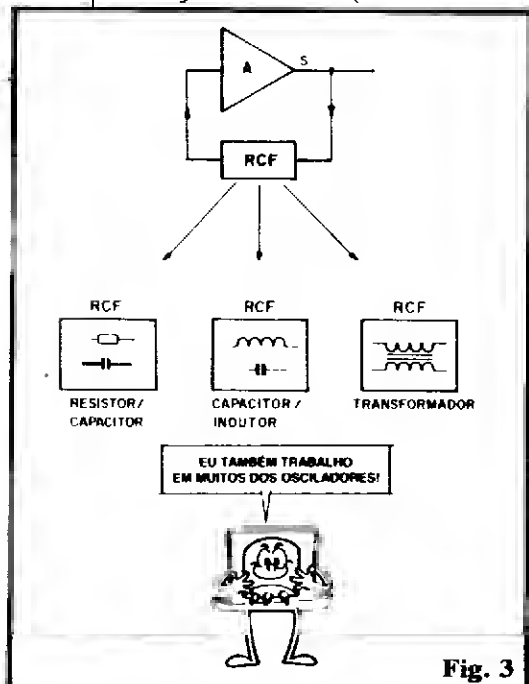

Fig. 3
- FIG. 3 - Basicamente, esse acoplamento entre a Saída e a Entrada de um mesmo bloco amplificador (na intenção de se "fazer" um OSCILADOR) em nada difere dos acoplamentos entre dois blocos distintos de amplificação (conforme vimos na "Aula" anterior do ABC). Assim, a tal Realimentação/Correção de Fase (RCF, para simplificar...) pode ser implementada na forma de conjuntos RC (Resistor/Capacitor), ou IC (Indutor/Capacitor) ou mesmo com Transformadores... De qualquer maneira, é fundamental promover um "caminho" controlado para o sinal e que, ao mesmo tempo, determine um "retardo" ao dito sinal, através do qual podemos, com facilidade, fixar a FREQUÊNCIA ou ritmo com que a manifestação oscilatória acontecerá! Tem uma coisa IMPORTANTE: devido às naturais "perdas" que o sinal sofre na própria RCF, apenas conseguiremos fazer um bloco amplificador oscilar, se o ganho (fator de amplificação) de tal bloco for - obviamente - maior do que 1 (de preferência bem maior do que 1...). Essa é a única maneira prática de podermos "furar" uma parte do sinal de Saída (para reaplicá-lo à Entrada) e ainda assim "sobrar" energia útil na Saída do